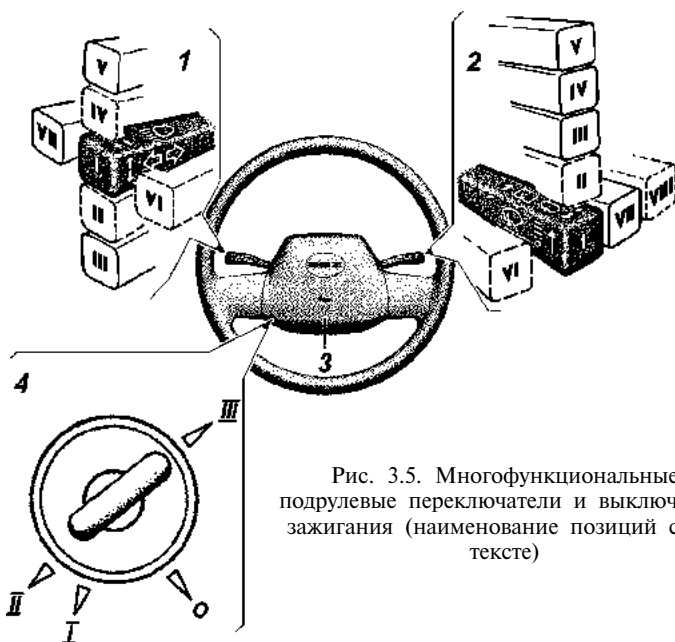

Рис. 3.5. Многофункциональные подрулевые переключатели и выключатель зажигания (наименование позиций см. в тексте)
- 2 -выключатель зажигания (рис. 3.5);
- 4 -многофункциональные подрулевые переключатели (см. рис. 3.5);
Многофункциональные подрулевые переключатели и выключатель зажигания (рис. 3.5):